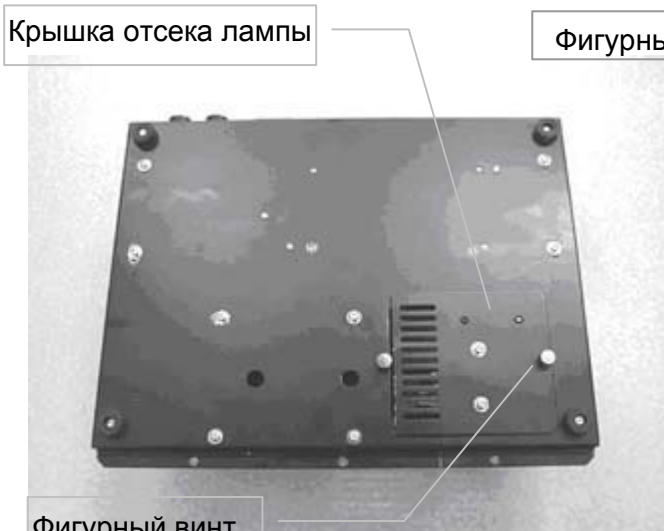

Рис. 10
1. Снимите фигурный винт и крышку на нижней панели прибора (Рис. 10).